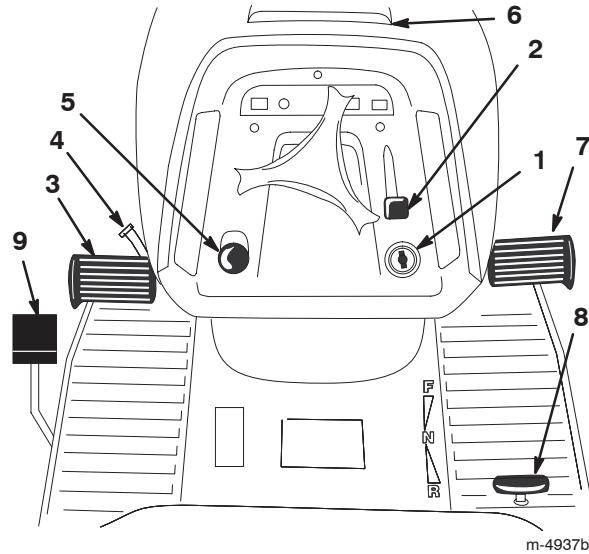

Bild 2
Machen Sie sich mit den Bedienungselementen (Bild 2) vertraut, bevor Sie den Motor anlassen oder den Traktor einsetzen.
1. Drücken Sie das Bremspedal (Bild 2) durch und halten es in der gedrückten Position.
2. Drehen Sie den Feststellbremshebel (Bild 2) gegen den Uhrzeigersinn und nehmen den Fuß langsam vom Bremspedal.
1. Treten Sie auf das Bremspedal (Bild 2).